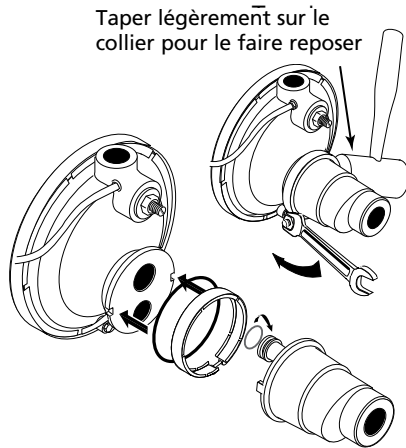

Figure 6 – Poser l'éjecteur
1. Poser un ensemble d'éjecteur Berkeley modèle BK4875 (vendu séparément). Suivre les instructions fournies avec le nécessaire. S'assurer de bien aligner le venturi avec le trou supérieur qui se trouve à l'avant de la pompe (voir la Figure 6).